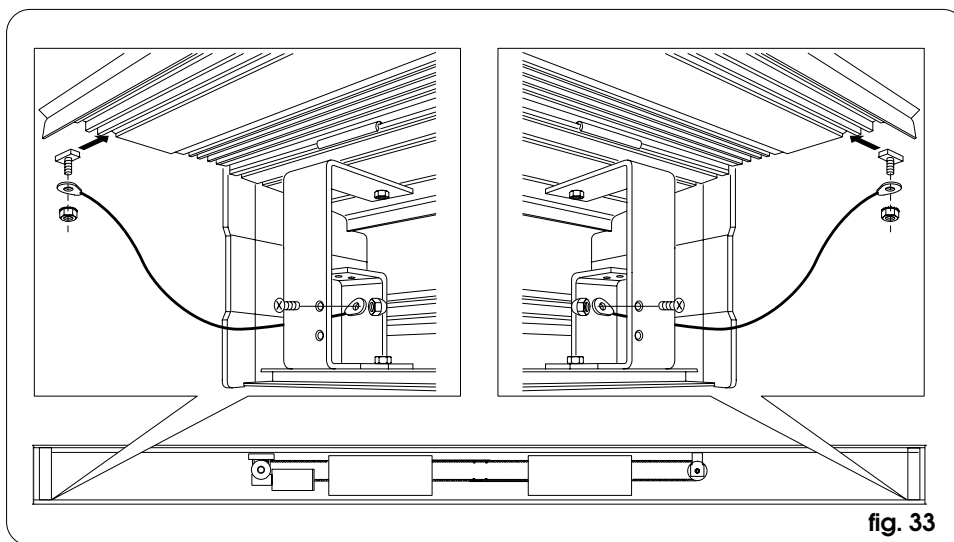

fig. 33
- Fissare l'occhiello dei cavi paracadute alle staffe laterali come in fig. 33.
- Fissare all'interno del carter, gli occhielli dei cavi paracadute come in fig. 33.